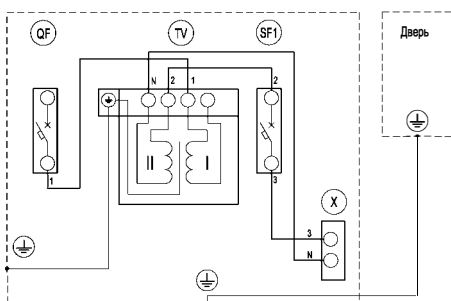

Рисунок 1 – Схема электрическая ящика ЯТП-0,25 230/12-2 УХЛ2 IP54
6.1.6 Присоединить зачищенные жилы подводящих проводников согласно электрической схеме (рисунок 1).